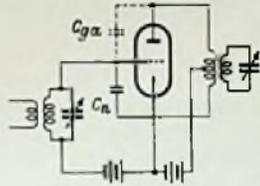

Bild 8. Neutralisation von c_{ga} bei einer Eintaktschaltung
b) Neutralisation. Man erzeugt eine gegen die Anodenwechselspannung um 180° phasenverschobene Spannung und führt diese über einen kleinen Kondensator (Neutralisationskondensator C_n) dem Gitter zu (Bild 8).